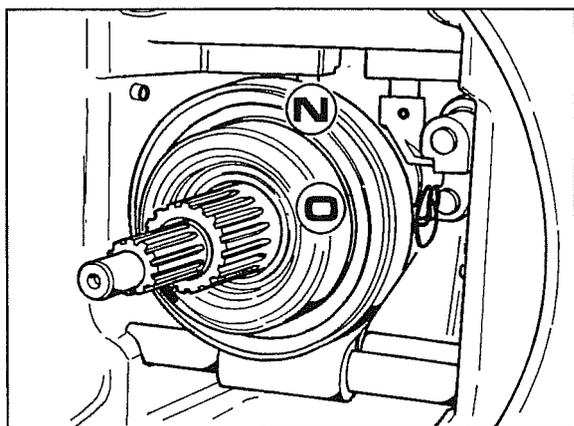

Abb. 26
- Vor den erneuten Zusammenbau des Schleppers ist zu prüfen, ob die beiden Drucklager **N** und **O** von Abb. 26 einen guten Zustand aufweisen.